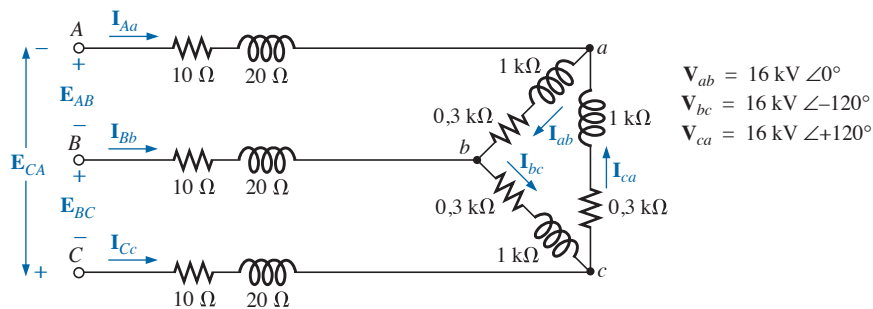

Figura 23.44 Problema 17.
- *17. Considerando a carga conectada em δ mostrada na Figura 23.44: